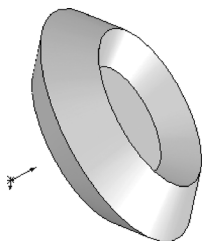

图 8-58 锥齿轮轮廓
**03** 旋转生成实体。选择菜单栏中的“插入”→“凸台/基体”→“旋转”命令，或单击“特征”控制面板中的“旋转凸台/基体”按钮, 弹出“旋转”属性管理器；选择“旋转轴”为草图中的竖直中心线，其他选项保持系统默认设置，然后单击“确定”按钮, 生成的锥齿轮轮廓如图 8-58 所示。